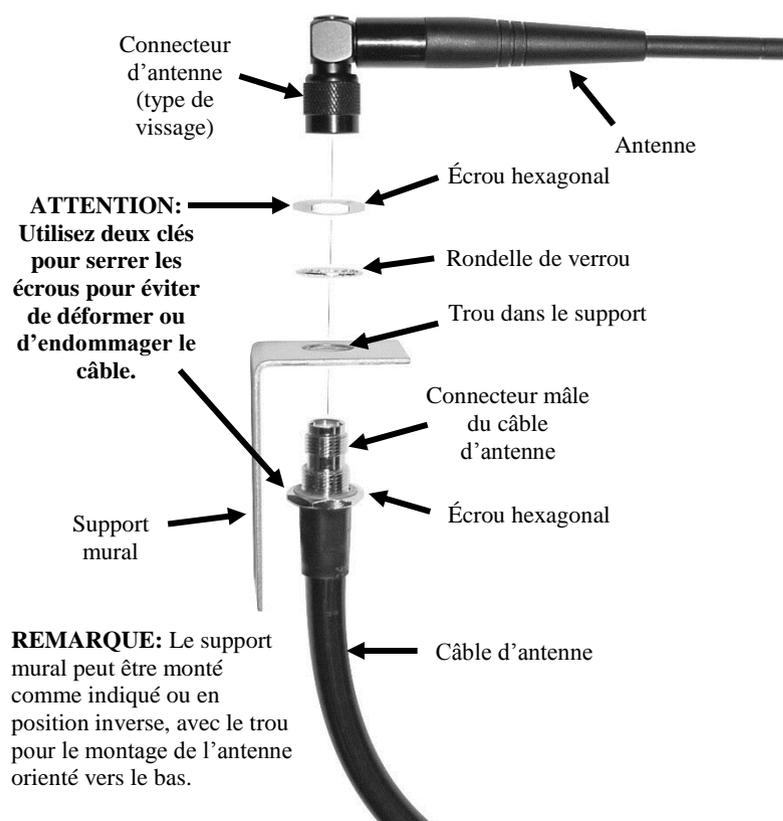

Figure 18. Montage de l'antenne à distance sur le support mural
12. Insérez le connecteur du câble d'antenne par le trou du support de montage comme illustré à la **figure 18**, et vissez l'écrou hexagonal sur le connecteur afin de le fixer sur le support.